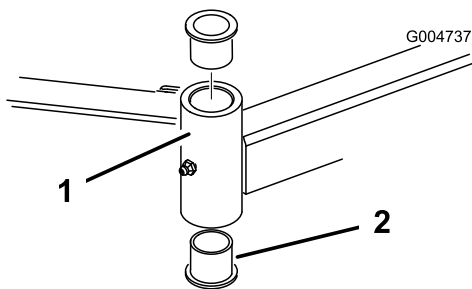

Figura 31
4. Introduceți un poanson în partea superioară sau inferioară a tubului de montare și îndepărtați buca din tub (Figura 31). De asemenea, îndepărtați cealaltă bucă din tub. Curățați interiorul tuburilor, îndepărtând murdăria.